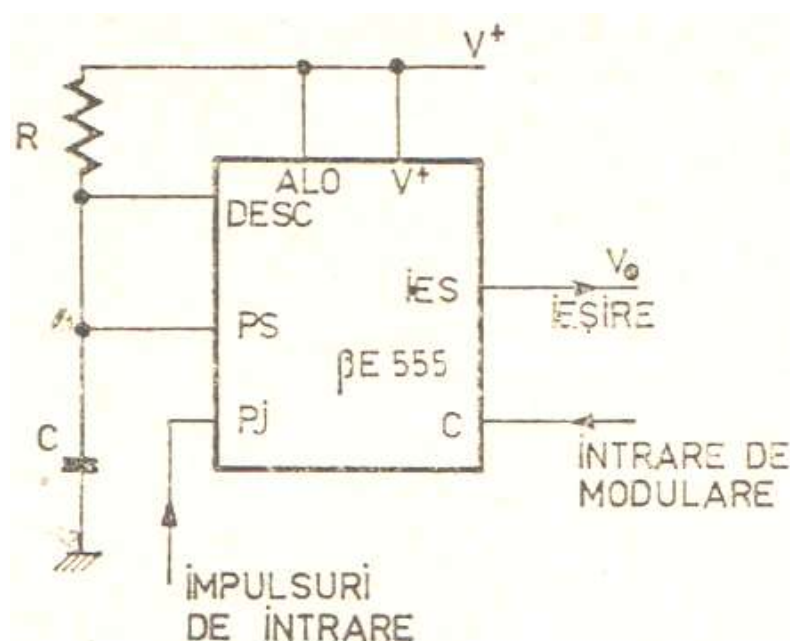

Fig. 1.1. - Generator PWM var. 1 - schema electrică
1. În fig. 1.1. și 1.2. se arată o variantă de realizare cu circuitul integrat specializat 555 a unui generator de impulsuri cu modulația în durată dimpreună cu formele de undă aferente. Presupunând că, la momentul inițial, IEȘIREA V_0 a circuitului integrat 555 este în